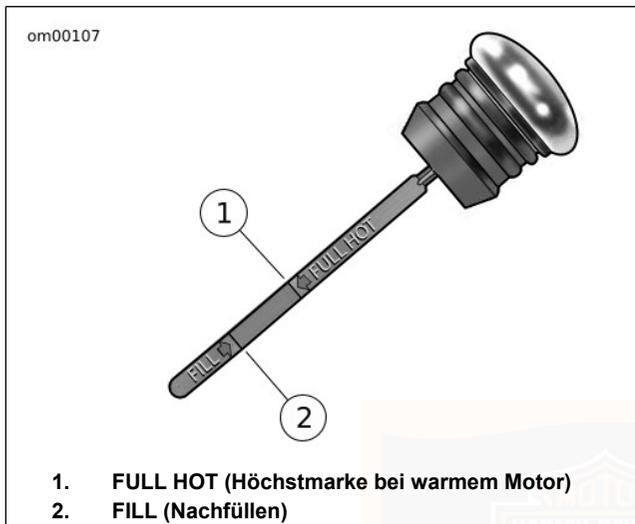

Abbildung 39. Motorölstand
4. Siehe Abbildung 39. Den Motorölstand prüfen. Bei Bedarf Öl hinzufügen, bis der Ölstand unter der Markierung FULL HOT (Voll, heiß) auf dem Ölmesstab liegt.
9. Siehe Abbildung 39. Der Ölstand muss über der Einfüllmarkierung auf dem Messstab liegen.